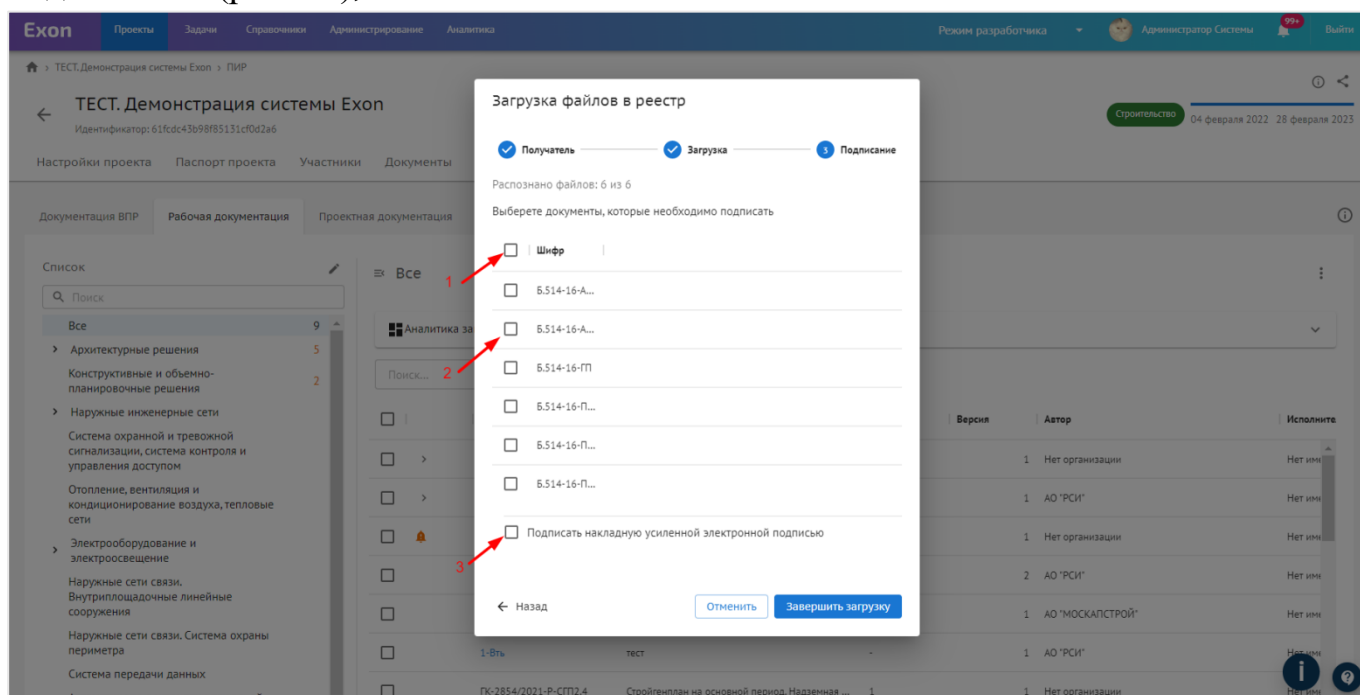

Рис. 20 - Подписание документов при массовой загрузке
4.3. Также, после успешной загрузки документации, есть возможность подписать документы массово (1) или точно, отжав чек-бокс (2) и подписать одну общую накладную на все передаваемые комплекты (3), которая формируются при передаче на этапе массовой загрузки документации. Обращаем внимание, что при массовом подписании и передачи комплектов на согласование, проставление QR-кода в документации не предусмотрено. По окончании загрузки документации нажать на «Завершить загрузку», данное действие также доступно и без подписания (рис. 20);